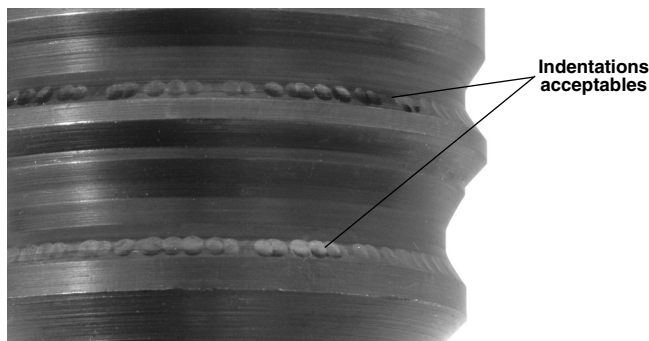

Figure 8 – Indentation des rainures de raccord QCS
- Lors de l'inspection du raccord QCS correspondant des têtes interchangeable, il est à noter que la présence de légères indentations le long des rainures du raccord QCS est signe d'usure normale et ne constitue pas une anomalie (*Figure 8*).